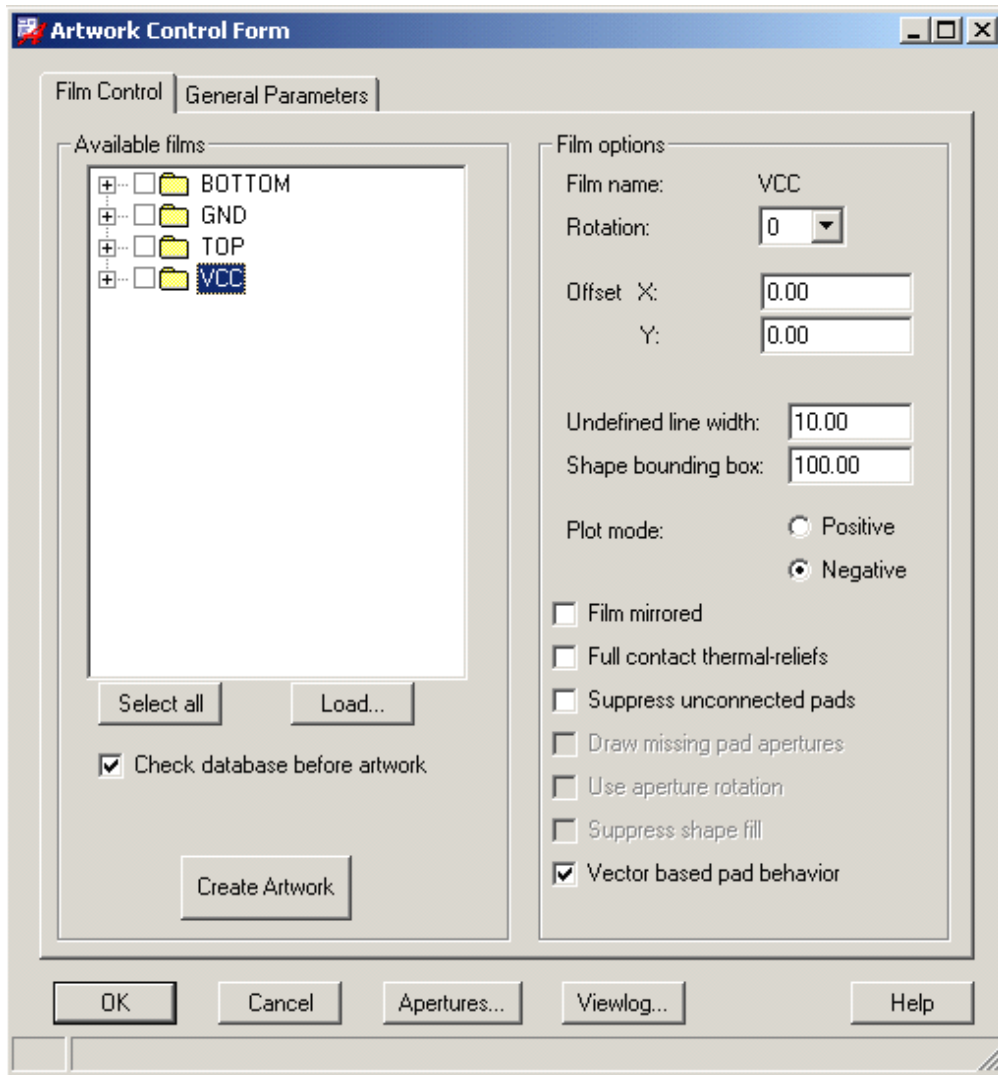

图4 “Artwork Control Film—Film Control”对话框
2.1 在主菜单中选择 **Manufacture** → **Artwork** 命令,弹出“Artwork Control Film”对话框,选择“Film Control”页面,如图4所示。
在生成 Gerber 之前, 先要确认没有“Database Error”。在如图 4 所示的“Artwork Control Film—Film Control”对话框的左下方的选择“Check database before artwork”, 在生成 Gerber 文件之前作一次 Database 检查。